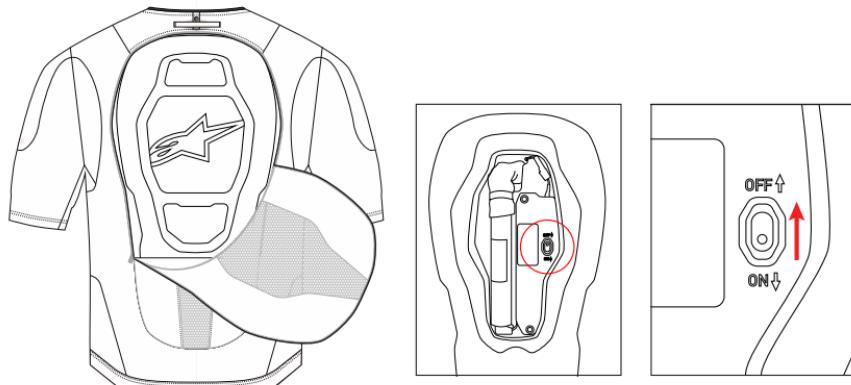

Figura 3: Unidad de Control del Airbag e Interruptor de Modo Envío
Para acceder al Protector Posterior, abrir la cremallera ubicada en la parte posterior del Sistema. Una vez abierta, el Usuario puede acceder fácilmente a los componentes de la Unidad de Control del Airbag abriendo la cubierta posterior con la cremallera de Velcro. Una vez retirada la cubierta, el Usuario puede poner el Sistema en Modo Envío, colocando el Interruptor de Modo Envío (5) en la posición OFF (APAGADO), como se muestra en la Figura 3.